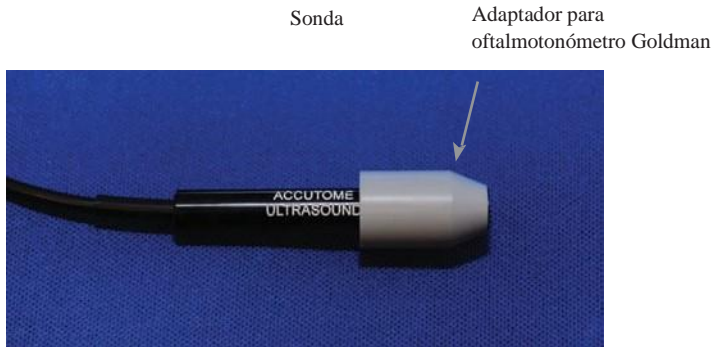

Figura 3-6: Sonda con adaptador para oftalmotonometro Goldman
1. Deslice el adaptador sobre el extremo de la sonda, como se muestra en la figura 3-6.